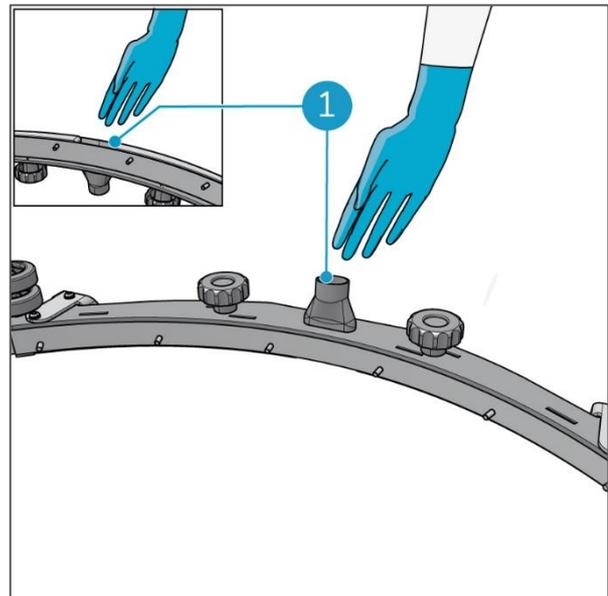

Figure 38
9. Enlevez soigneusement à la main les débris à l'entrée de l'eau de récupération (Figure 38, pos. 1).